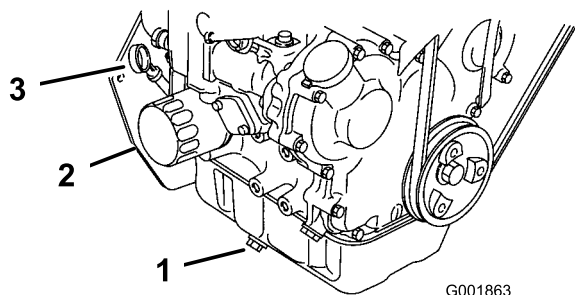

Figura 46
5. Collocate una bacinella sotto lo spurgo dell'olio. Togliete il tappo dell'olio e lasciate defluire completamente l'olio (Figura 46).